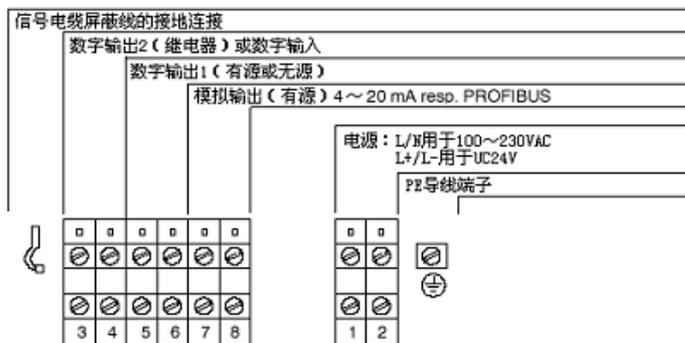
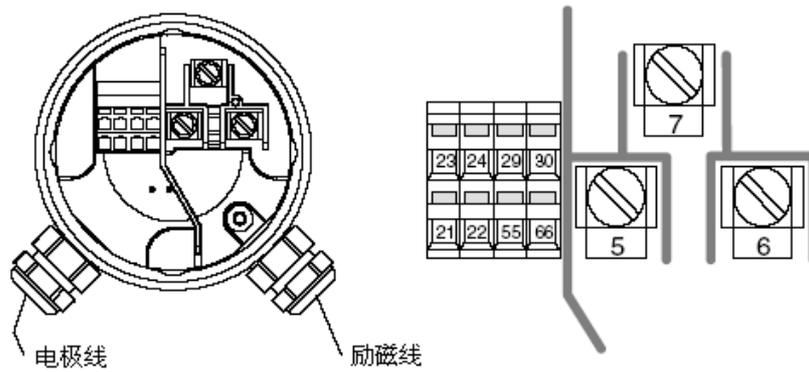
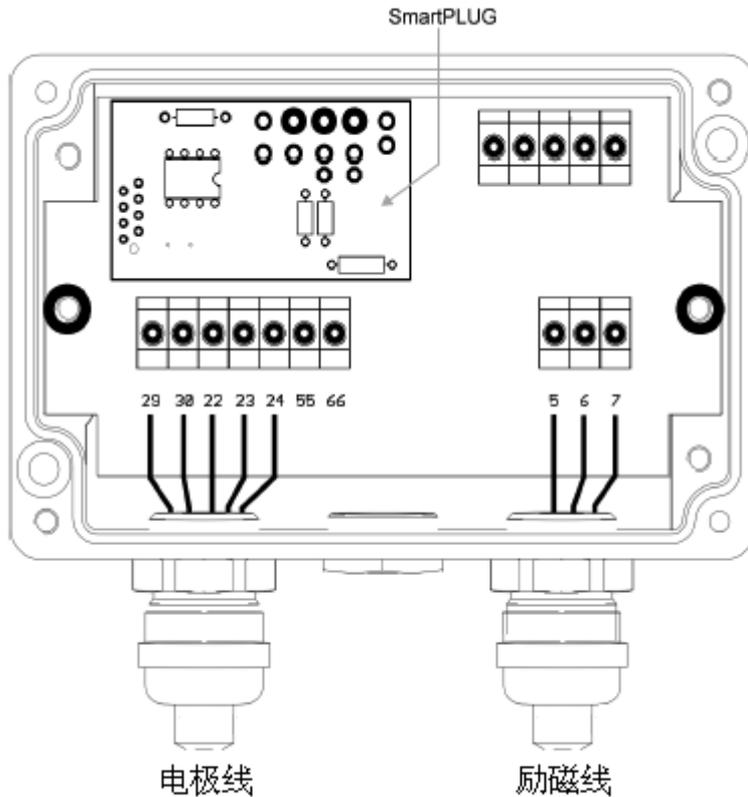

图 3-11 电源和信号电缆的连接电路图
图 3-13 变送器接线盒中的接线端子位置(类型 2)
图 3-17 传感器 711/A、711/E 和 911/E 的电气连接(类型 1)
- 参照图 3-11 和图 3-13 连接线路。将电缆线连接到对应的端子上。
有两种类型的端子排列：老型 1(如图 3-12 所示)和新型 2(如图 3-13 所示)。
711/A 和 911/E 分离型传感器有如图 3-17(类型 1)或图 3-13(类型 2)所示的接线盒。711/E 传感器有如图 3-17 所示的接线盒。端子 55 和端子 66 仅为 Transmag 2 变送器使用。
将电极线穿入左边的电缆密封套，励磁线穿入右边的电缆密封套，按图 3-17(类型 1)或图 3-13(类型 2)所示连接电缆。